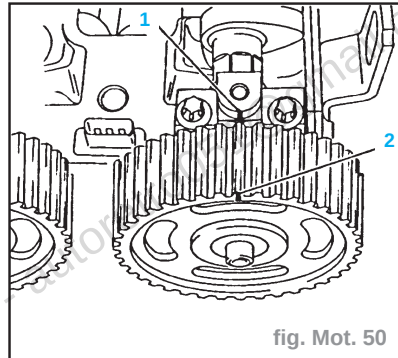

fig. Mot. 50
- Régler la roue de l'arbre à cames de façon que le repère (1) sur le palier guide soit en regard de l'encoche (2) sur la roue d'arbre à cames (fig. Mot. 50).